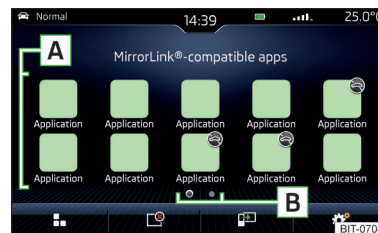

Fig. 214
► Dans le menu principal Connexion MirrorLink® sélectionnez l'application souhaitée dans la zone **A** » fig. 214 à la page 185.
► Dans le menu principal de la connexion MirrorLink®, activer la touche de fonction  » fig. 214 à la page 185 la dernière application affichée s'ouvre.
Pour afficher une autre application, dans le menu principal de la connexion MirrorLink®, appuyez sur la touche de fonction de l'application souhaitée **A** » fig. 214 à la page 185.